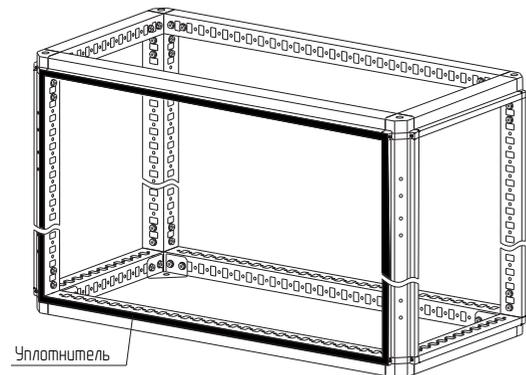

Рисунок 65
4.36.2 Приклеить уплотнитель по контуру на один из каркасов, в месте соединения (рисунок 65), так чтобы место стыка уплотнителя было в нижней горизонтальной части каркаса.